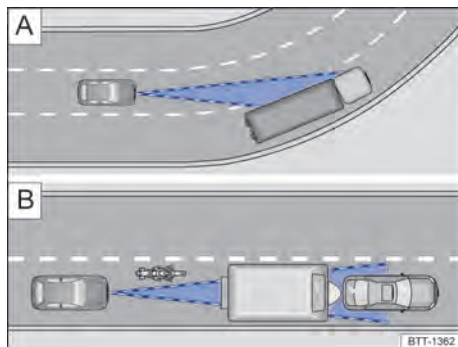

Fig. 100 [A] Condução em curva. [B] Veículos fora da área de alcance do sensor do radar
O sensor do radar sempre realiza as medições em sentido reto. Por isso, veículos em curvas fechadas podem ser acidentalmente detectados ou veículos à frente podem não ser detectados → Fig. 100 .
- Veículos que conduzem fora da área do sensor em pequena distância do próprio veículo, por exemplo, motocicletas → Fig. 100 .